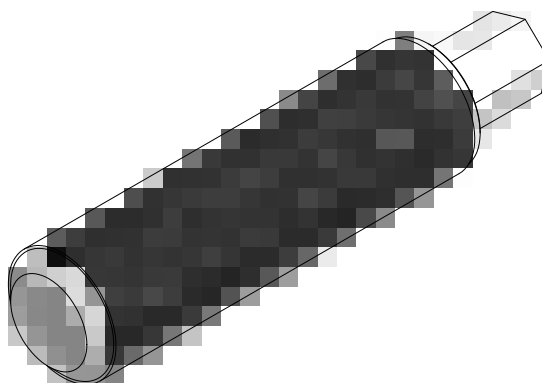

Abb. 77.2
- XT-Konusanker Dichtungseinsatz (Abb. 77.2 und Seite XT-79), bestehend aus einem Aluminium-Gewindebolzen und einem Dichtring, verwendet werden.